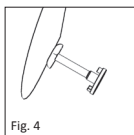

Fig. 4
■ **Fig. 4** La parte en forma de sello del calibrador sirve para apoyar sobre la base del estribo durante la medición. Al determinar la longitud de la prótesis debe tenerse en cuenta el grosor del injerto (p.ej. disco de cartilago) que se utilizará posteriormente para interponer junto al tímpano. Cuando se haya determinado la longitud óptima, se puede ajustar/seleccionar la longitud correspondiente en la prótesis total.